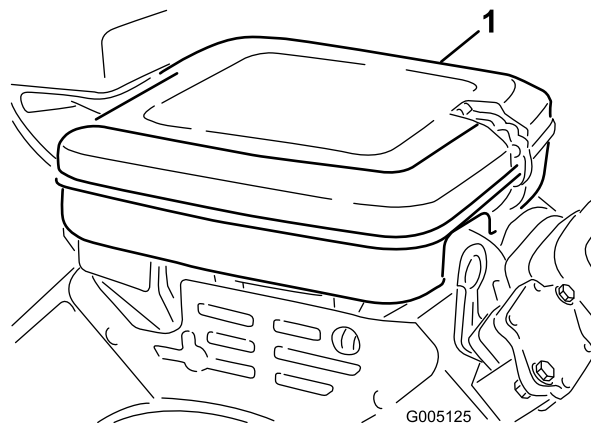

Рисунок 41
1. Откройте зажимы и снимите крышку воздухоочистителя (Рисунок 41). Тщательно очистите крышку.